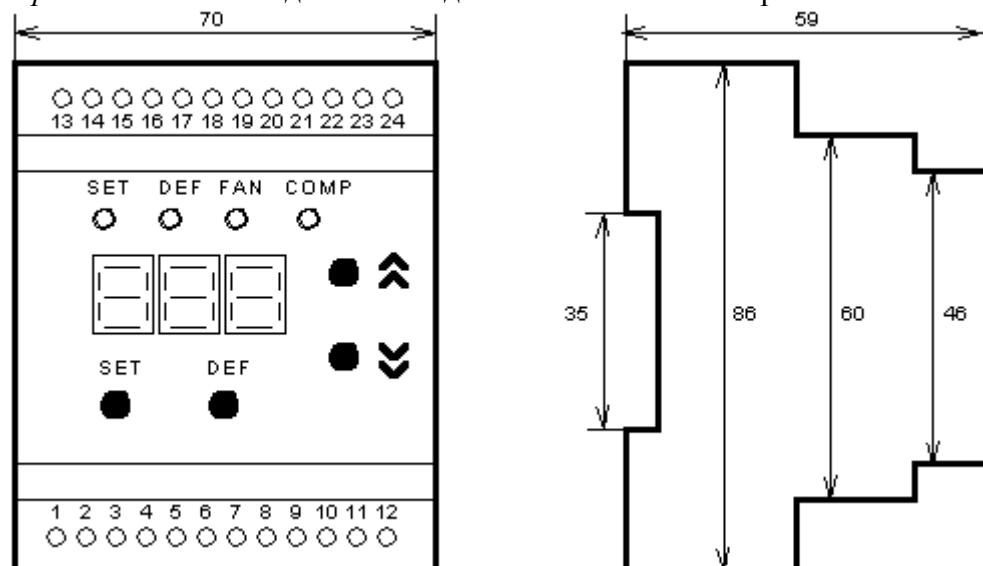

Рисунок 1. Лицевая панель, органы управления и габаритные размеры МСК-301.
2.17. Органы управления и габаритные размеры приведены на рис. 1.